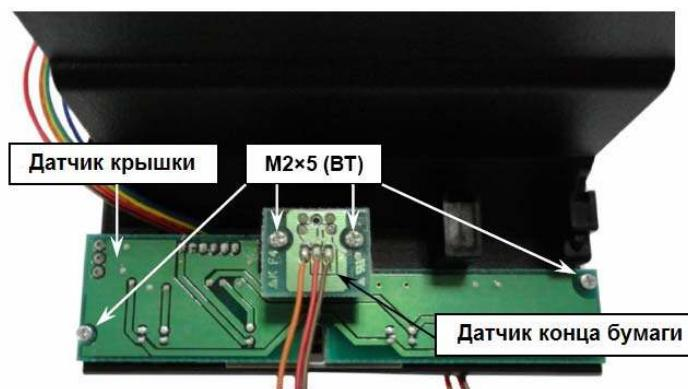

Рисунок 23 Крепление плат датчиков
3. Открутите винты M2x5 и отсоедините платы датчиков конца бумаги и состояния крышки отсека чековой ленты (Рисунок 23).